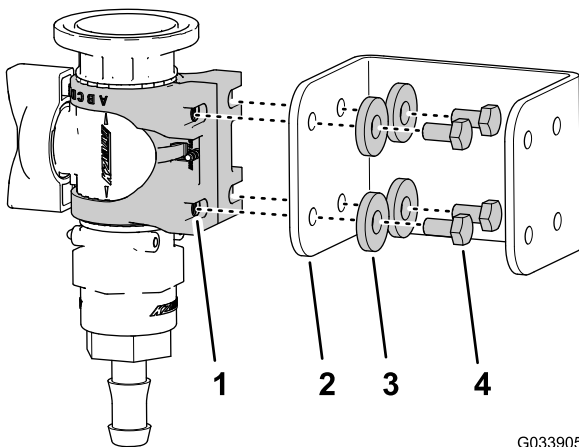

図 28
3. バルブマウントを制御バルブブラケットに組み付ける 図 28 ボルト 6 x 12 mm 4 本と平ワッシャ 4 枚を使い、10-12 N·m 1.0-1.2 kg·m = 86-106 in·lb にトルク締めする。